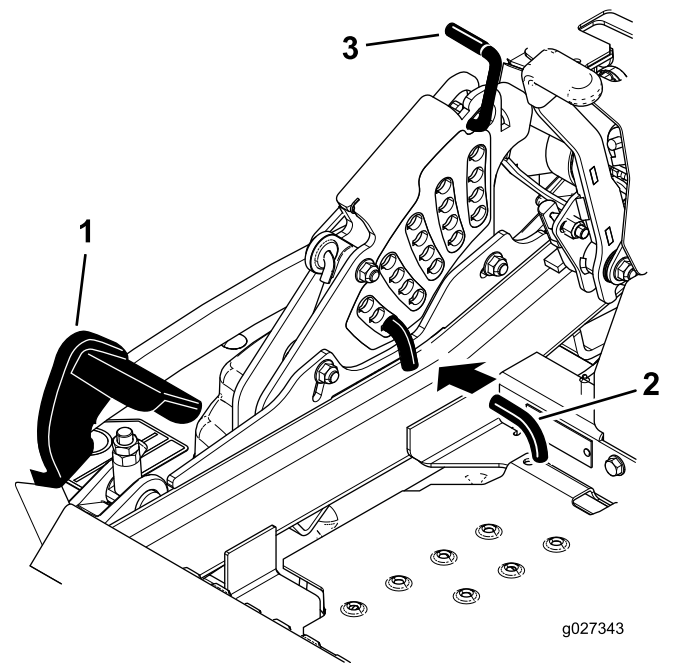

Figura 84
5. Empuje el pedal de elevación de la carcasa hacia delante del todo, hasta que la carcasa se enganche en la posición de transporte de 14 cm (Figura 84).